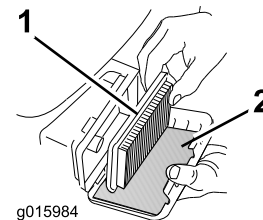

Figure 25
3. Retirez l'élément en papier et le préfiltre en mousse (Figure 25).